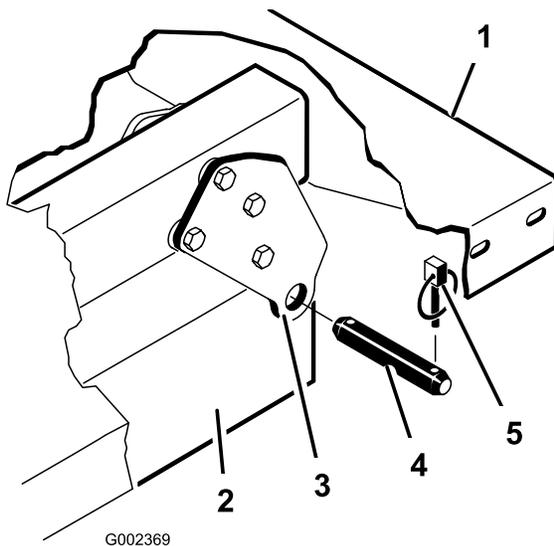

Bild 12
Hinweis: Achten Sie darauf, dass die Schwenkplatten am Pritschenrahmen bzw. -kanal so festgeschraubt sind, dass das untere Ende nach hinten abgewinkelt ist (Bild 12).
- Setzen Sie die Pritsche vorsichtig auf den Fahrzeugrahmen. Richten Sie die hinteren Schwenkplattenlöcher der Pritsche mit den Löchern am hinteren Rahmenkanal aus und montieren Sie die (2) Lastösenbolzen und Klapstecker (Bild 12).
- Befestigen Sie bei abgesenkter Pritsche jedes Ende der Zylinderstange mit einem Lastösenbolzen und einem Klapstecker an den entsprechenden Einschüben in den Befestigungsplatten der Pritsche. Setzen Sie den Lastösenbolzen von der Außenseite der Pritsche ein, der Klapstecker sollte nach außen zeigen (Bild 12). Die hinteren Einschübe sind für die Montage der großen Pritsche und die vorderen Einschübe sind für die Montage der 2/3 Pritsche gedacht.